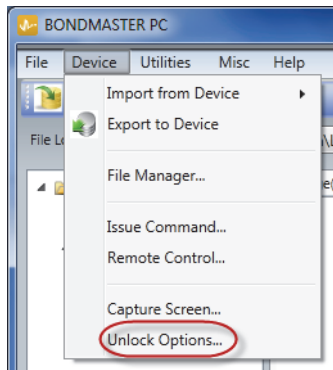

Figure 7-21 Commande **Unlock Options**
1. Dans le menu **Device** (Appareil) du logiciel pour PC Bondmaster, sélectionnez **Unlock Options** (voir la Figure 7-21 à la page 220).